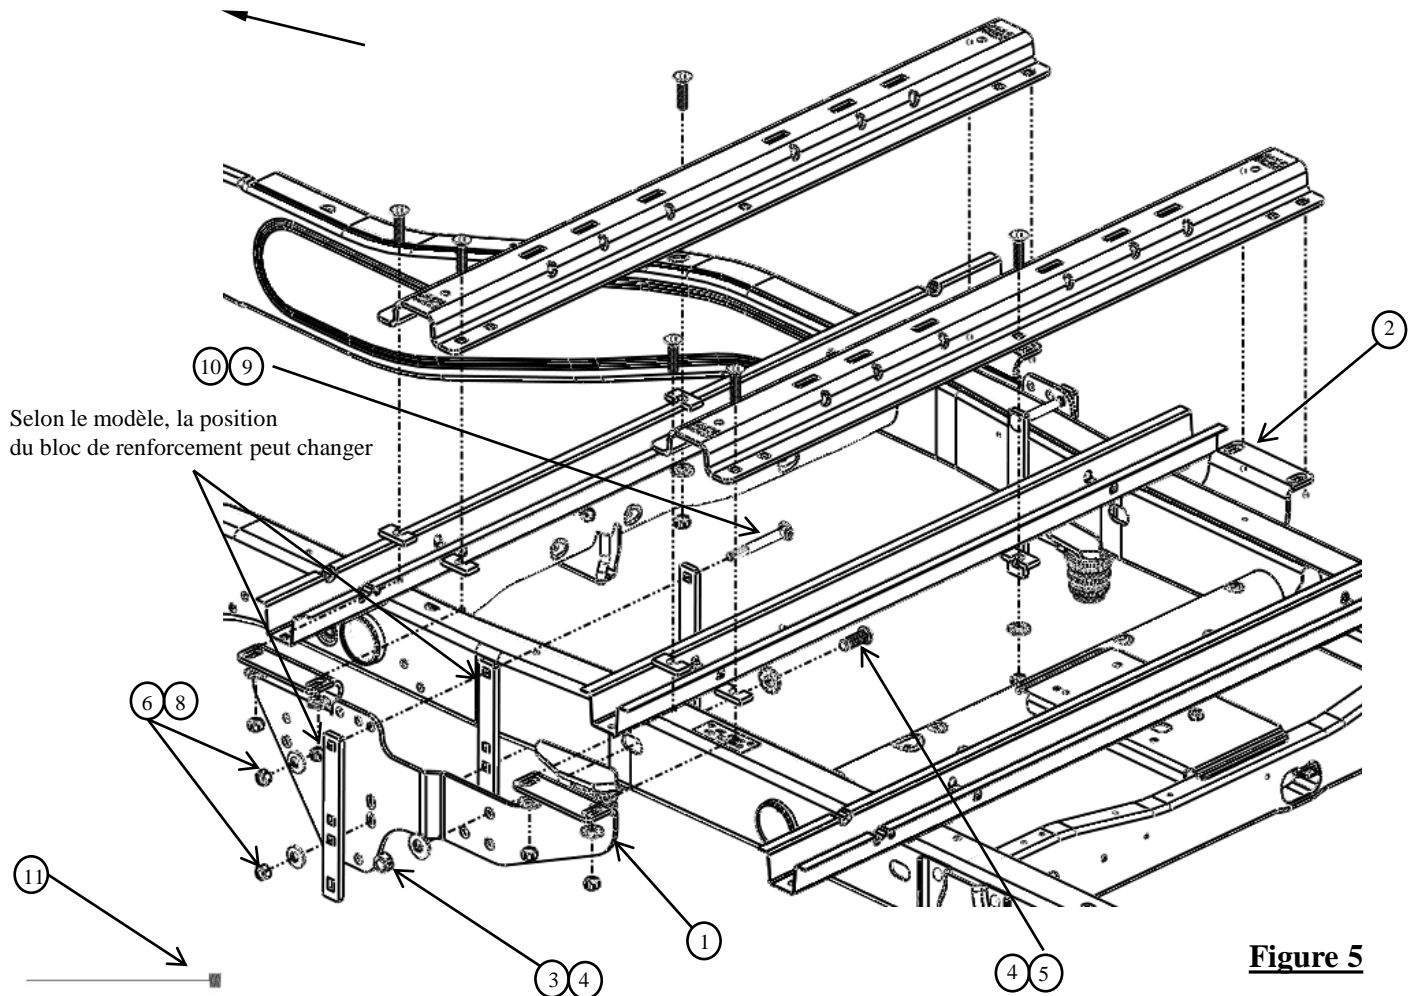

Figure 5
Pour une installation selon les Figures 5 et 6, durant le perçage, veiller à protéger le réservoir d'essence, les tubes de remplissage, les conduites de frein et le faisceau de fils en plaçant une pièce métallique entre le plancher de caisse et les composants à risque du côté conducteur. L'on préviendra ainsi le perçage de ces composants sensibles.
6. Fixer les supports de cadre aux longerons du véhicule, comme illustré à la Figure 5. À l'aide du fil de tirage (11), poser la vis à tête ronde (6) et la rondelle conique (4) dans la fente arrière, sur l'intérieur du cadre de la camionnette. Poser le support de montage (1), la rondelle conique (4), et l'écrou 5/8 (3) et serrer à la main.
7. L'insertion de boulons de carrosserie 1/2 po (9) dans les fentes supérieure et centrale du bloc de renforcement (10) formera une bride qui ira à l'intérieur du longeron et se connectera au support de montage (1). Il existe deux trous différents dans le support de montage permettant d'obtenir la meilleure surface de fixation contre le cadre du véhicule. Le changement de trou de support de montage permet à la bride de s'ajuster à différente hauteur de cadre de véhicule. Une fois le boulon de bride inséré dans le meilleur trou, poser le bloc de renforcement (10), la rondelle conique 1/2 po (8) et l'écrou 1/2 po (7) sur les boulons puis serrer à la main.